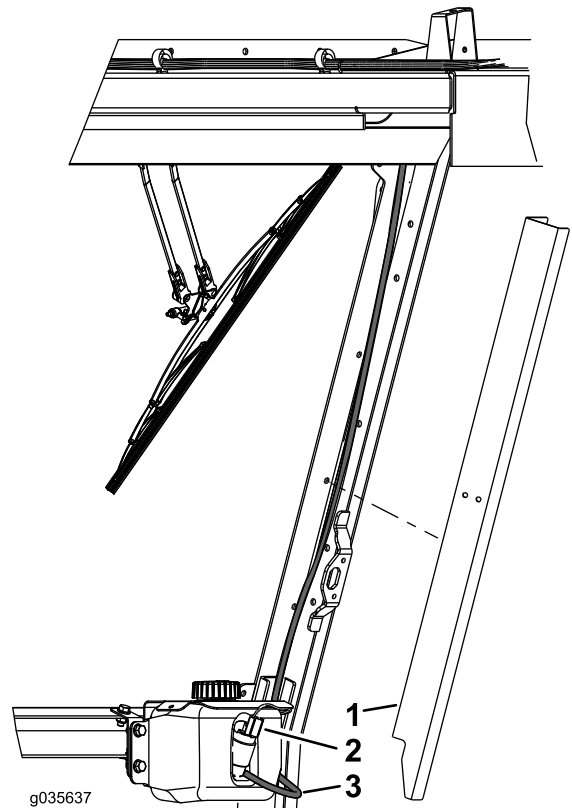

**Bild 7**
2. Befestigen Sie den Behälter mit vier Schrauben (5/16" x 3/4") und vier Bundmuttern (5/16") an der Halterung, wie in Bild 7 abgebildet.